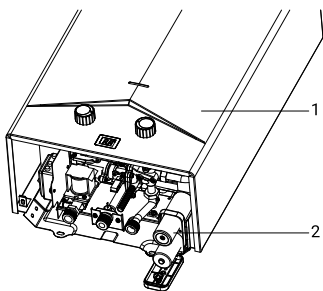

Рис. 1
- Перед включением водонагревателя необходимо установить батарейки (рис. 1). Отсек батареи (1) находится в нижней правой части водонагревателя. Для доступа к нему снимать кожух не нужно.